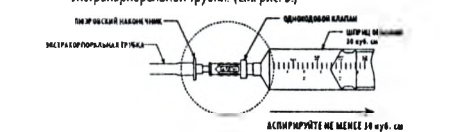

Рис. 3
13. Надежно закрепите одноканальный клапан на люэровском наконечнике экстракорпоральной трубки. (См. рис. 3.)
14. Медленно аспируйте не менее 30 куб. см при помощи шприца объемом 30 куб. см. (См. рис. 3.) Извлеките шприц, оставив одноканальный клапан на месте.